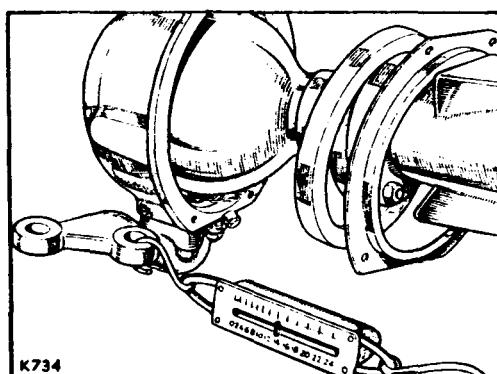

Fig. F1-48.- Verificación de la resistencia al giro del cárter del pivote.
- 3.09.- Utilizando el dinamómetro de muelle, sujeto al brazo de acoplamiento (Fig. F1-48), se medirá la resistencia — al giro del cárter del pivote, sin retén que debe quedar comprendida entre 12 y 14 libras (5,4 y 6,3 Kg), una vez vencida la inercia. El ajuste que sea preciso se realizará agregando o quitando suplementos debajo del — cárter del pivote, hasta conseguir la resistencia correcta del giro.